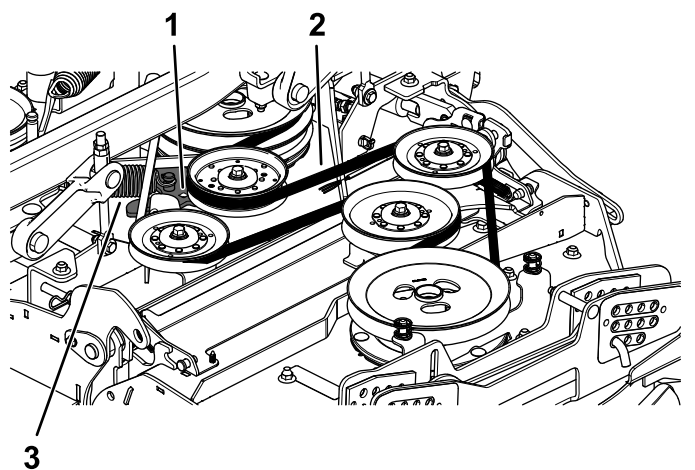

Figura 60
7. Utilizando una llave de carraca en el taladro cuadrado del brazo tensor, gire hacia atrás el brazo tensor para aliviar la tensión del muelle tensor (Figura 60).
8. Retire la correa de las poleas de la carcasa de corte (Figura 60).